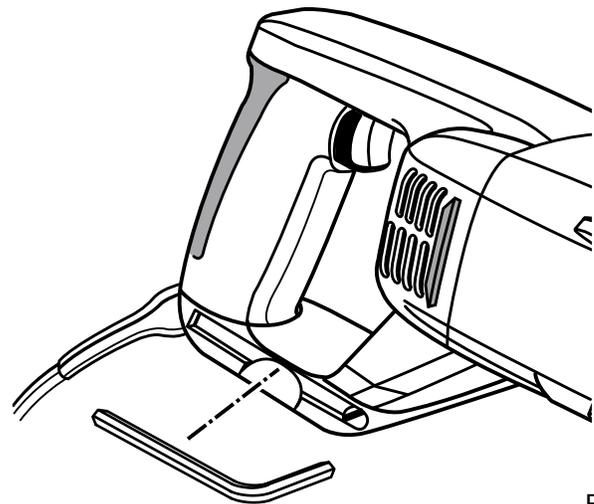

Fig. 3
- Retirer la clé hexagonale de son logement sur la poignée. Voir la figure 3.
- Retirer la clé hexagonale de la scie et la remettre dans son logement. Voir la figure 3.